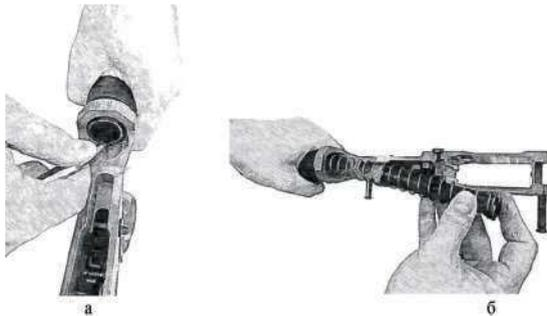

Рис. 19. Від'єднання буфера віддачі і зворотної пружини
5. Від'єднати зворотний механізм, для чого взяти нижню раму ствольної коробки за трубу прикладу. Пальцем натиснути на буфер віддачі, втиснувши його в трубу прикладу, а другою рукою за допомогою виколотки або патрону натиснути на фіксатор буфера, щоб він опустився вниз (рис. 19а). Притримуючи буфер рукою, витягнути його з трубки прикладу разом із зворотною пружиною (рис. 19б).